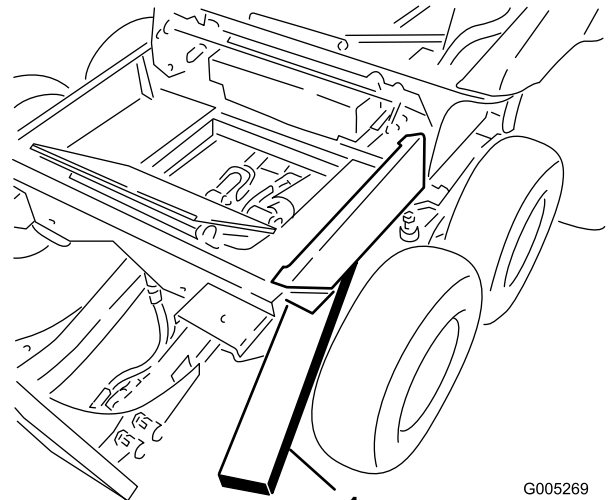

Figure 42
1. Insérez une cale 2x4 entre la butée de bogie avant et le cadre pour incliner le cadre d'hiver vers l'arrière (Figure 42).